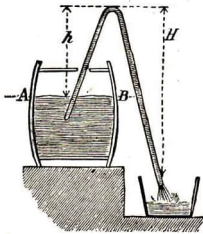

Abb. 156. Saugheber
**Grund:** Jeder Schenkel stellt eine Art **Barometerrohr** vor; in beiden Röhren wirkt der Luftdruck von unten nach aufwärts; im kurzen vermindert um die kleine Druckhöhe *h* (vgl. Abb. 156), in der langen um die größere Druckhöhe *H*. Die im Rohr enthaltene Flüssigkeit erleidet also einen **Überdruck** vom kleineren Schenkel gegen den längeren.